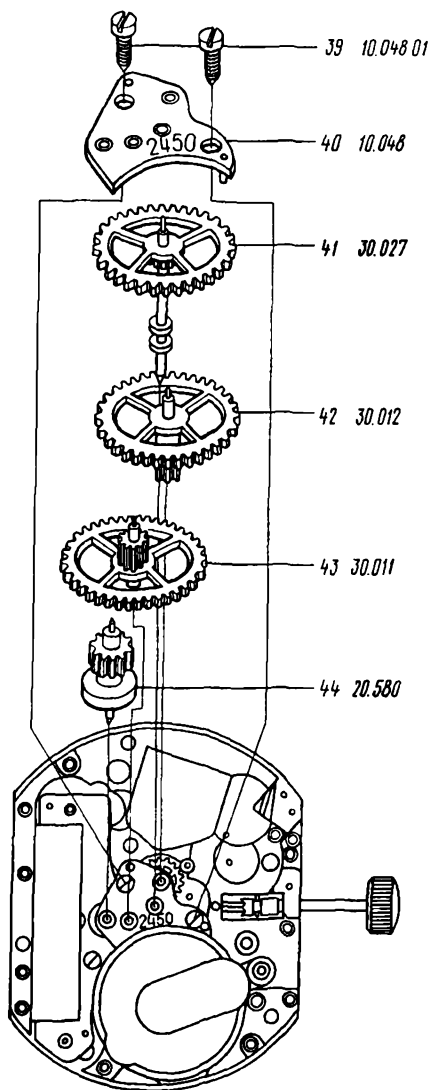

Рис. 149
42. Отвернуть и снять винты 39 моста колесной передачи (рис. 149)